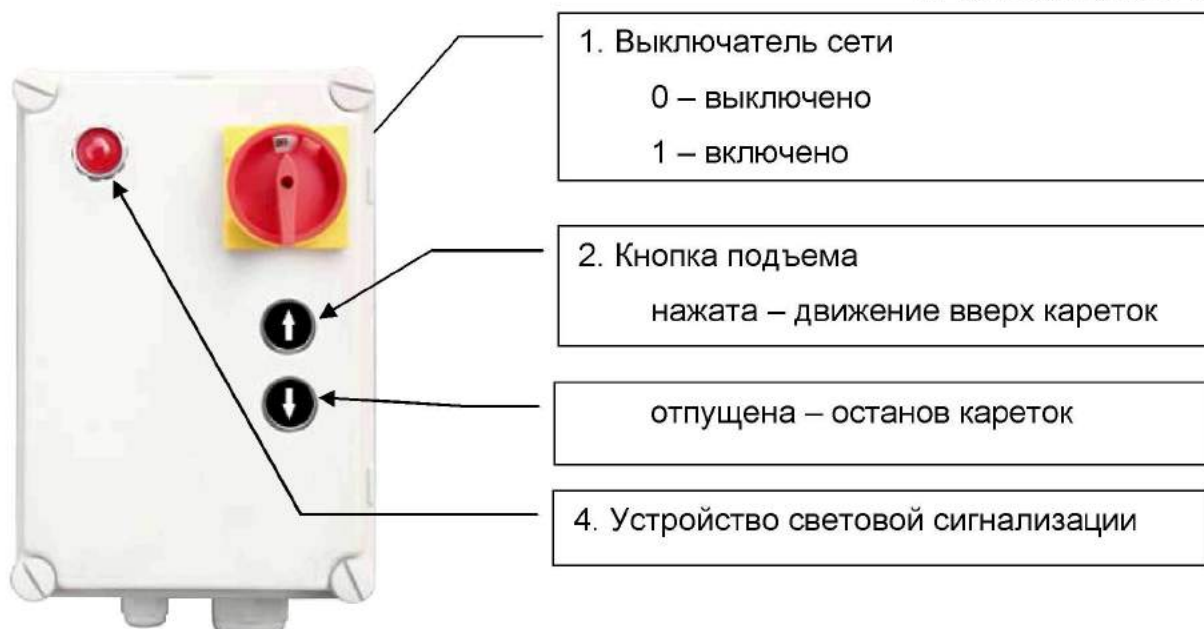

Рисунок 6. Шкаф управления
5.9 Для подъема транспортного средства переведите выключатель сети 1 (см. рис. 6) в положение «1». При этом сработает устройство световой сигнализации 4. Затем нажмите кнопку подъема 2, чтобы поднять транспортное средство. Отпустите кнопку, чтобы остановить подъем. Переведите выключатель сети 1 в положение «0».